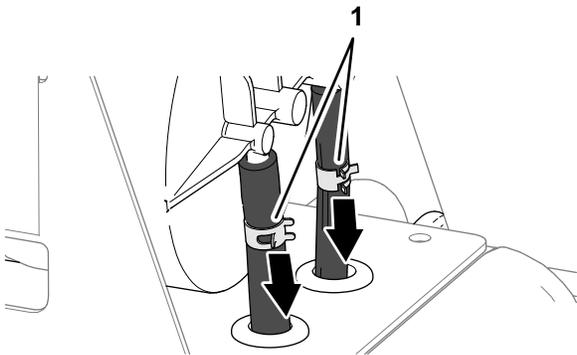

Bild 79
3. Lösen Sie die beiden Schlauchklemmen, mit denen die Schläuche an den Anschlüssen des Aktivkohlefilters befestigt sind (**Bild 79**).